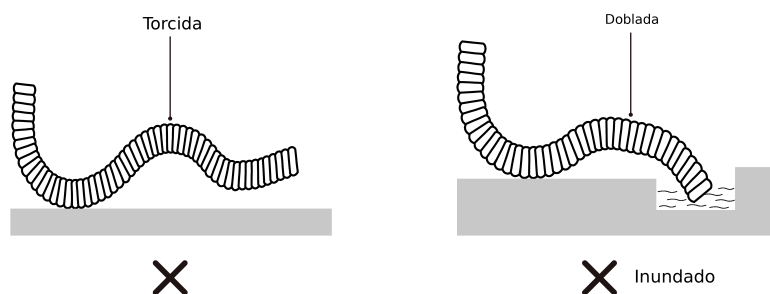

Fig. 4.3
- (1) Para un drenaje adecuado, la manguera de drenaje debe colocarse con una pendiente hacia abajo. (2) No retuerza ni doble la manguera de drenaje, ni inunde su extremo con agua. (Fig. 4.3)
(3) Envuelva la manguera de drenaje con material resistente al calor. (4) No está permitido conectar la tubería de drenaje de condensado a una tubería de desagüe u otras tuberías que puedan producir olores corrosivos o peculiares, para evitar que el olor entre al interior o dañe la unidad.
(5) No está permitido conectar la tubería de drenaje de condensado a una tubería de agua de lluvia, para evitar que el agua de lluvia ingrese y cause pérdidas materiales o lesiones personales.
(6) La tubería de drenaje de condensado debe conectarse a un sistema de drenaje especial para aire acondicionado.